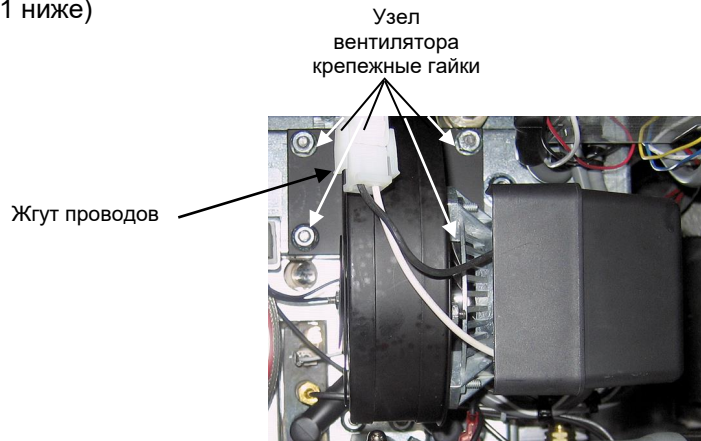

Рис. 1
1. Отсоедините жгут проводов вентилятора и снимите 4 крепежных гайки вентилятора. (См. рис. 1 ниже)